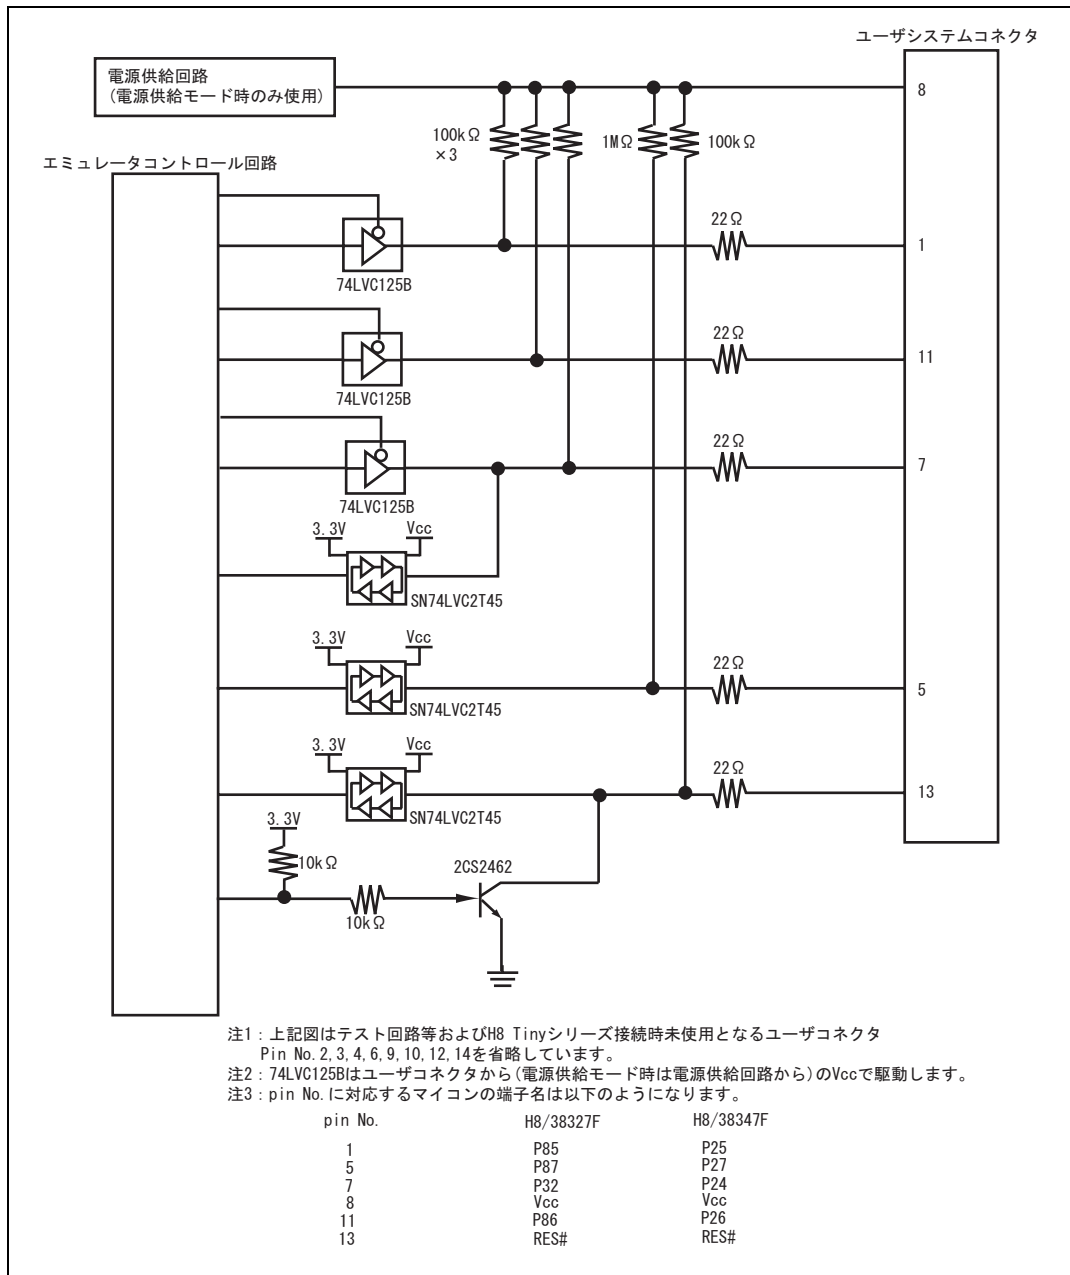

図 4.8 E8a エミュレータ内インタフェース回路 (参考)
7. 図 4.8 に E8a エミュレータ内インタフェース回路を示します。プルアップ抵抗の値などを決定するときに参考にしてください。